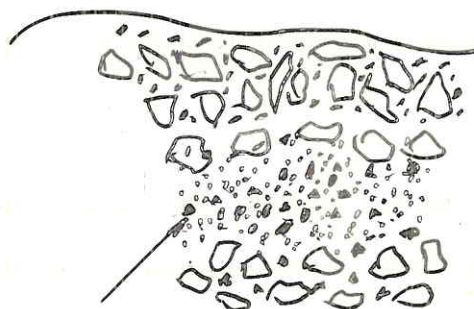

FIGURA 4. El transporte de partículas por el agua puede formar zonas endurecidas.
- Presencia de una capa endurecida y/o impermeable como parte constitutiva del mismo suelo y seguida hacia abajo por otra capa que tiene condiciones similares a las de la capa superior. (Figura 4).